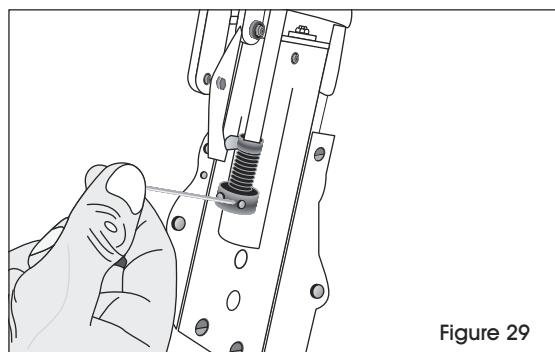

Figure 29
5. Pour retirer le ressort, desserrez le collet à l'aide d'une clé Allen 3 mm. (Voir Figure 29)